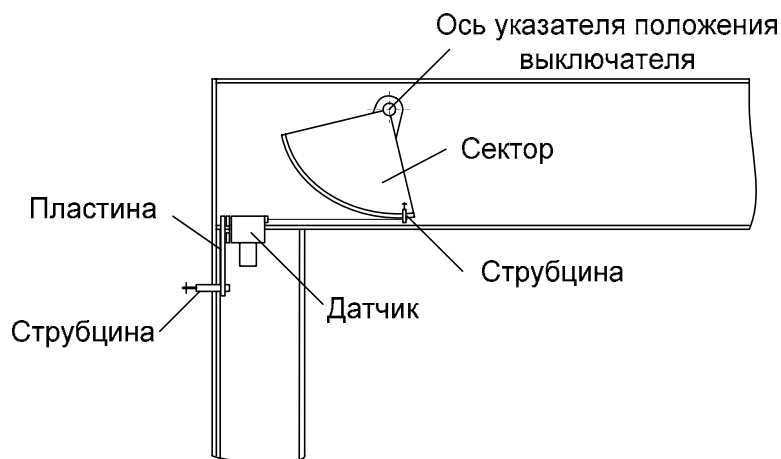

Рис. 6. Установка датчика на выключатель типа ВМТ
2. Установить штатный сектор для замера скорости на вал указателя положения выключателя (рис.6).